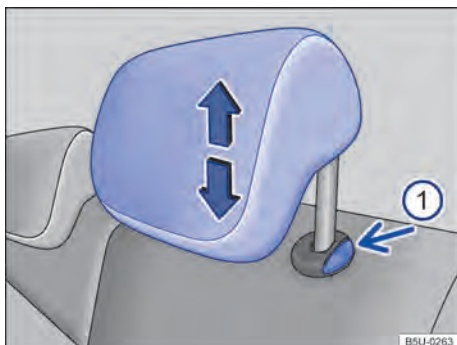

Fig. 77 Apoios para cabeça traseiros: desinstalar.
- Pressionar o botão → Fig. 77  no sentido da seta. Retirar o apoio para cabeça com o botão pressionado.
- Empurrar o apoio para cabeça para baixo com o botão → Fig. 77  pressionado.